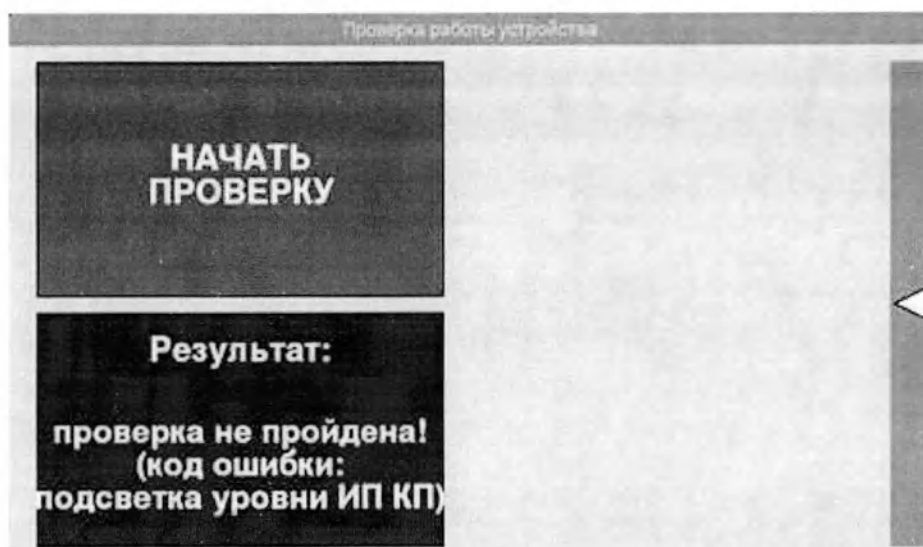

Рисунок 16. Результата проверки работы устройства – **Результат: проверка не пройдена! (Код ошибки: ...)**
- **Результат: проверка не пройдена! (Код ошибки: <...>)** (рисунок 16) – при выполнении проверки работы устройства выявлены неисправности. Следует вынуть контрольную кассету и проверить ее на предмет загрязнений – не должно быть посторонних